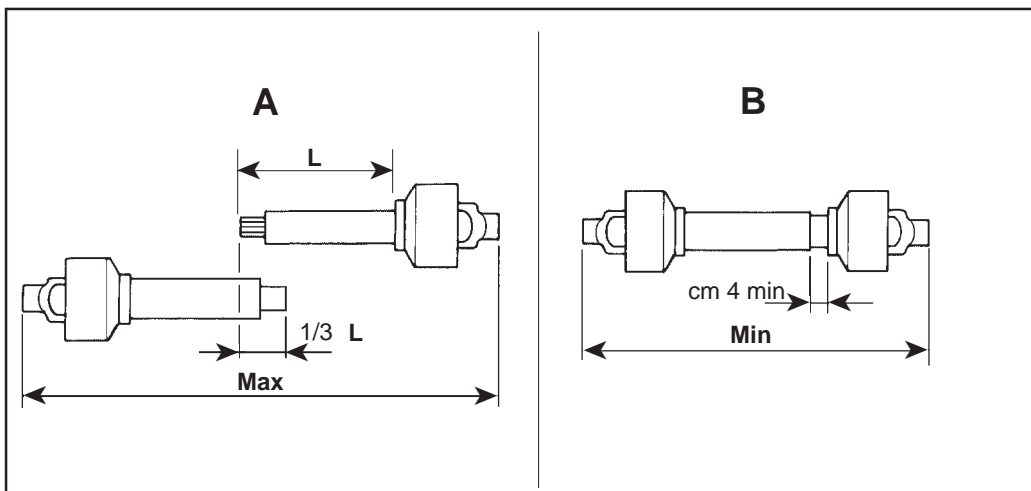

Fig. 10
Quando l'albero cardanico è sfilato al massimo, in ogni condizione di lavoro i tubi telescopici devono sovrapporsi per almeno 1/3 della loro lunghezza (A Fig. 10).
When the shaft is withdrawn to the maximum, in every working condition, the tubes must overlap for at least 1/3 of their length (A Fig. 10)
Ist die Kardanwelle maximal ausgefahren, so müssen die Teleskoprohre bei jeder Betriebsart für mindestens ein Drittel ihrer Länge übereinander gelagert sein (A Abb. 10)
Dans toutes les conditions de travail, quand l'arbre à cardan est déboîté au maximum, les tubes télescopiques doivent se superposer sur au moins 1/3 de leur longueur (A Fig. 10).
Cuando el árbol cardán está extraído al máximo, en todas las condiciones de trabajo, los tubos telescópicos tienen que superponerse por 1/3 al menos de la propia longitud (A fig. 10).
Quando è inserito al massimo il gioco minimo deve essere di 4 cm (B Fig. 10). Se ciò non fosse possibile, interpellare il Servizio Tecnico della Ditta Costruttrice.
*When it is fully inserted, the minimum play must be 4 cm (B Fig. 10).*
Ist die Kardanwelle vollkommen eingefahren, so hat das Spiel mindestens 4 cm zu betragen (B Abb. 10).
*Quand il est emboîté au maximum, le jeu minimum doit être de 4 cm (B Fig. 10).*
Cuando está introducido al máximo, el juego mínimo tiene que ser de 4 cm (B fig. 10).